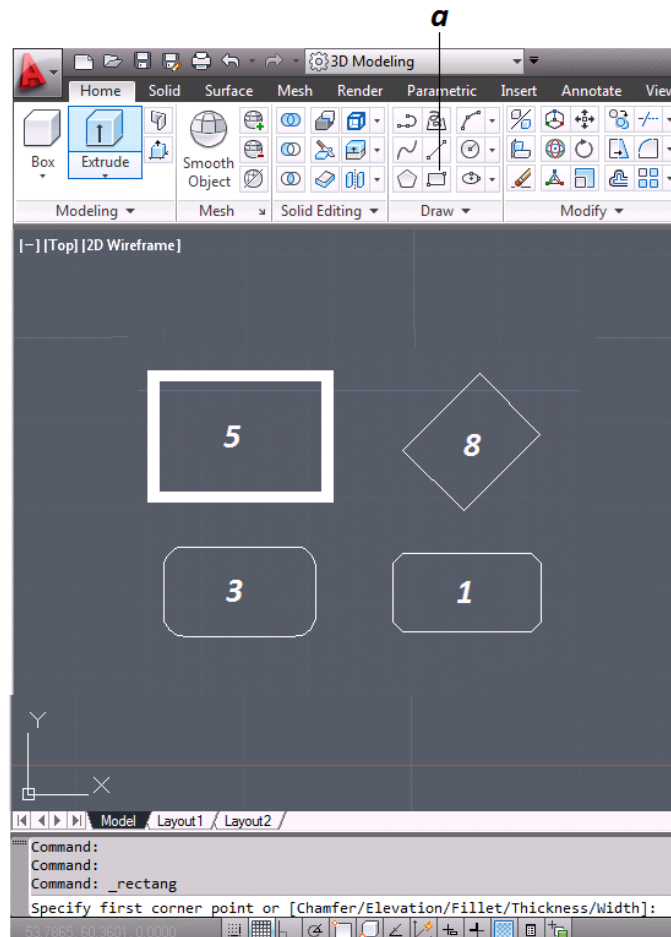

Figura 3.26 Creación de Entidades “Rectangulo”
Este comando se ubica en la Cinta Dibujar (*figura 3.26 “a”*), esta herramienta crea un rectángulo, el cual se puede crear con alguna de las siguientes características:
1. **CHAFLAN – CHAMFER:** Se crea un rectángulo en el cual sus intersecciones tendrá una cara plana, dependiendo el ángulo y la distancia deseada (*figura 3.26*).
3. **EMPALMAR – FILLET:** Se crea un rectángulo con las esquinas redondeadas con un radio indicado (*figura 3.26*).
5. **GROSOR – WIDTH:** Se crea un rectángulo con segmentos delgados o gruesos (*figura 3.26*).
8. **ROTACION - ROTATION:** Se crea un rectángulo ingresando un valor para girarlo a partir del horizonte (*figura 3.26*).